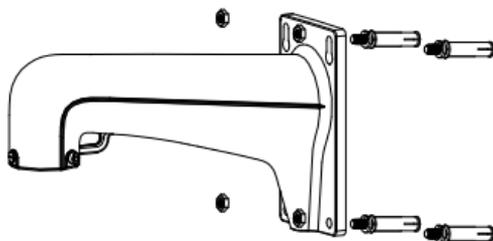

Abbildung 2-3 Wandhalterung
3. Befestigen Sie den Montagesockel der Kamera am Wandhalter wie in Abbildung 2-3 dargestellt.